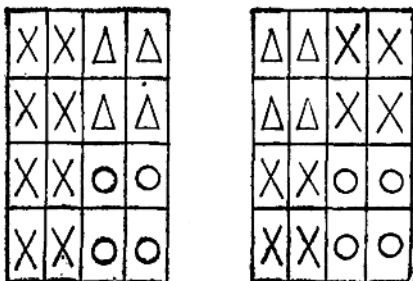

图1 彩色棉毛意匠图
3. 根据图1所示的彩色棉毛意匠图, 画出编织图、三角排列图及色纱顺序。